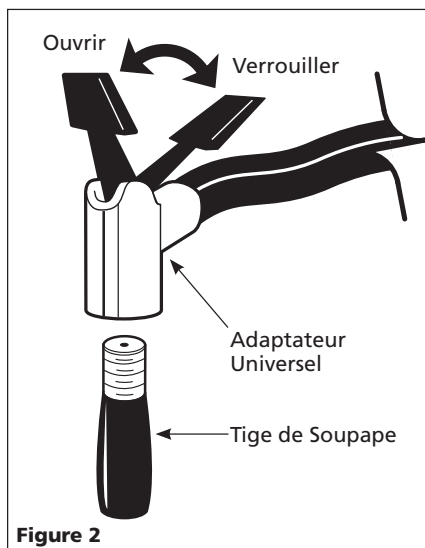

Figure 2
2. Attach the universal adapter (see Figure 2) from the inflator to the valve stem with the lever in the up position. Be sure to press universal adapter down over valve stem threads completely. When universal adapter is firmly in place, press locking lever down to lock onto valve stem.
2. Fixez l'adaptateur universel (voir la Figure 2) du gonfleur à la tige de la soupape avec le levier en position vers le haut. Assurez-vous de presser entièrement l'adaptateur vers le bas sur les filets de la tige de la soupape. Lorsque l'adaptateur universel est bien en place, pressez sur le levier de verrouillage vers le bas pour verrouiller sur la tige de la soupape.